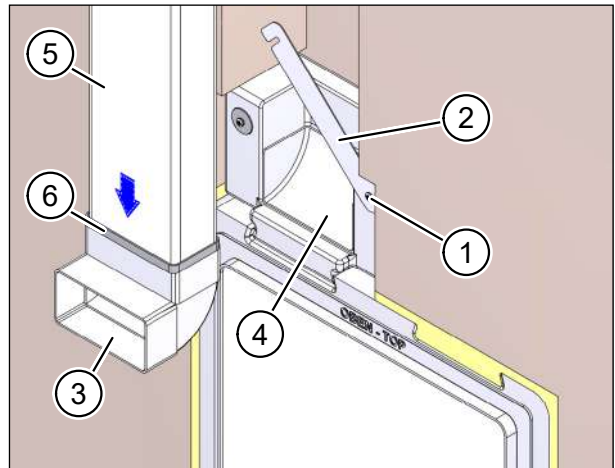

Abb. 26: Flachkanäle in Kanalanschlussadapter einsetzen
- ▶ Lockern Sie die beiden Kreuzschlitzschrauben (Pos. 1 in Abb. 26) und klappen Sie den Riegel (Pos. 2 in Abb. 26) nach oben.
- ▶ Nehmen Sie den Flachkanal-Winkel (Pos. 3 in Abb. 26) aus dem Kanalanschlussadapter (Pos. 4 in Abb. 26).
- ▶ Setzen Sie einen Flachkanal M-WRG-FK-F (Pos. 5 in Abb. 26), Art.-Nr. 5590, oder den Formstückadapter M-WRG-FSA lang, Art.-Nr. 5375-00, in den Flachkanal-Winkel ein.
- ▶ Dichten Sie die Verbindungsstelle mit einer Lage Dichtband von 30 mm Breite (Pos. 6 in Abb. 26) ab.
- ▶ Setzen Sie den Flachkanal-Winkel (Pos. 3 in Abb. 26) zusammen mit dem angefügten Flachkanalelement (Pos. 5 in Abb. 26) wieder in den Kanalanschlussadapter (Pos. 4 in Abb. 26) ein.
- ▶ Klappen Sie den Riegel (Pos. 2 in Abb. 26) nach unten und ziehen Sie die Kreuzschlitzschrauben (Pos. 1 in Abb. 26) vorsichtig an.